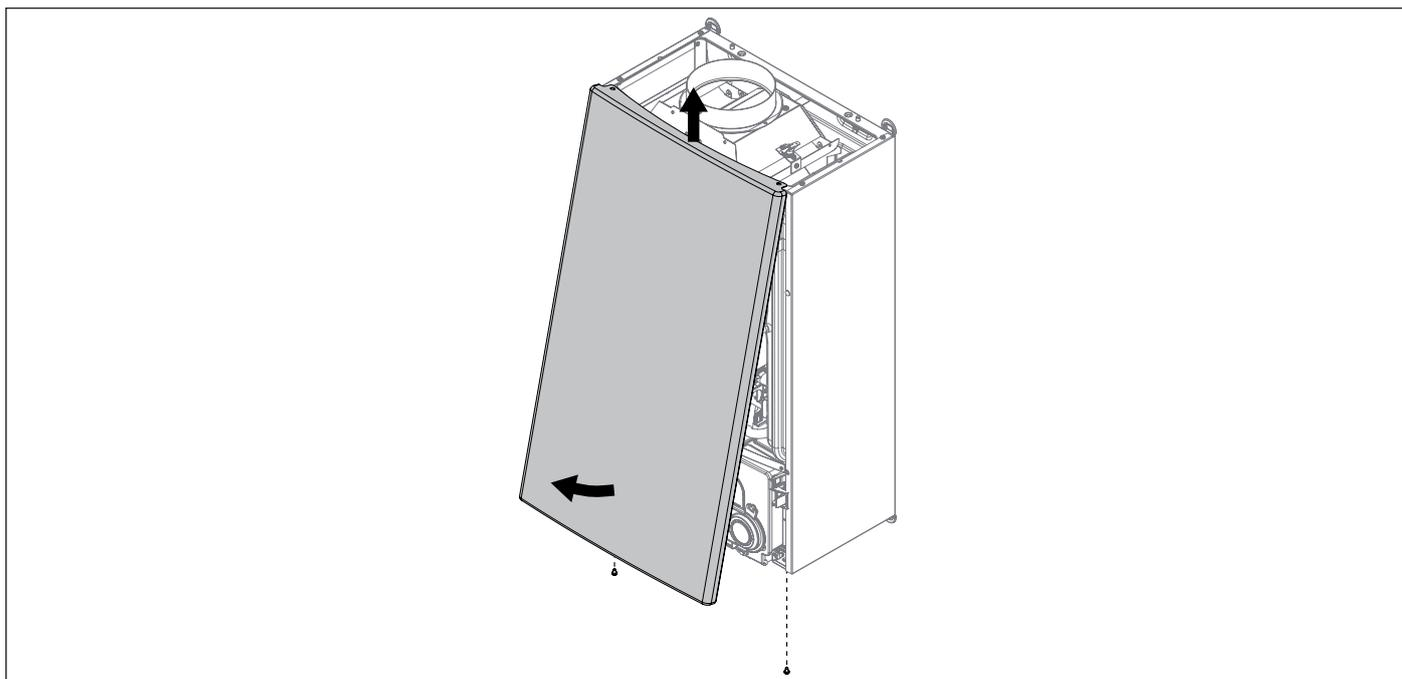

Fig. 12 Mantello
- Togliere il mantello frontale della caldaia svitando le 2 viti che lo fissano al telaio (vedi Fig. 12 Mantello).